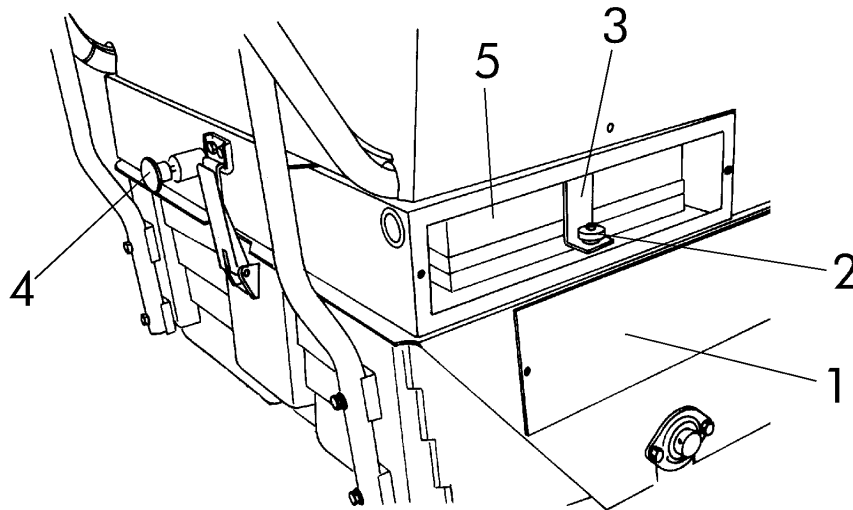

fig. 9
- Retire la tapa del filtro (1 fig.9).
- Desenrosque las perillas (2 fig.9) que sujetan las varillas (3 fig.9).
- Tire ligeramente hacia el comando de vibración (4 fig.9).
- Retire el filtro (5 fig.9) y verifique el estado. Si está dañado de alguna manera, reemplace el filtro.